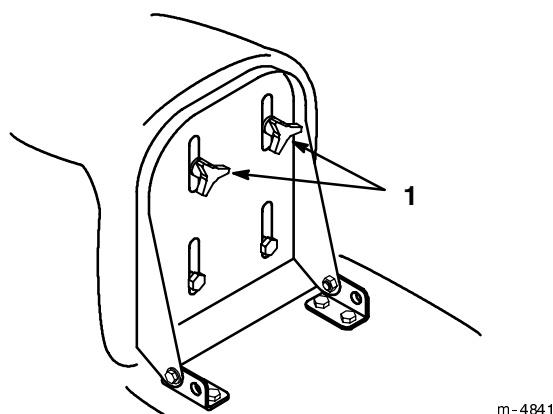

Figure 2
1. Soulever le siège et desserrer les boutons de réglage (Fig. 2).